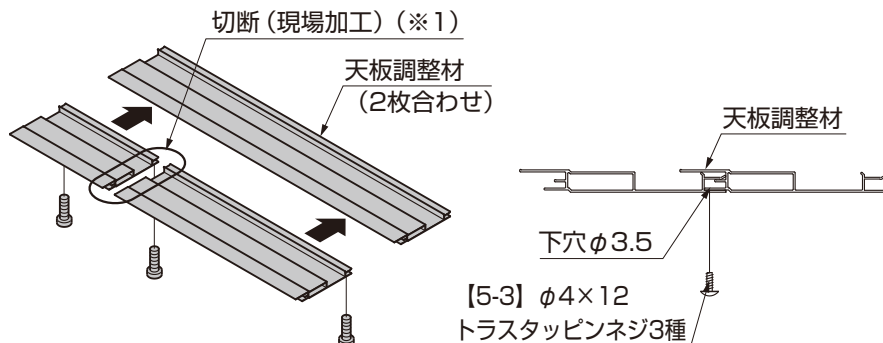

図5-15 天板調整材 (2枚合わせ) の加工と組付け
- スタイルコートLの場合は天板調整材を2枚組み合わせた状態で天板に取付けてください。（図5-15参照）